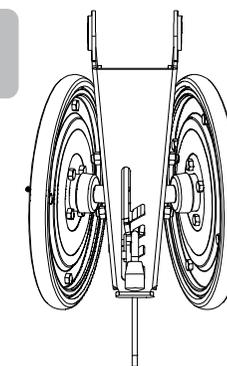

FIGURA 99
- **MAIOR PRESSÃO:** Desloque a alavanca (2) para trás, dando maior pressão na roda (1).
- **MENOR PRESSÃO:** Desloque a alavanca (2) para frente, dando menor pressão na roda (1).
- O modelo de roda compactadora em "V" mostrado na página anterior, pode também ser regulado a sua inclinação através da alavanca (3). Para essa regulagem proceda da seguinte forma:
2 - Solte a porca (4) e movimente a alavanca (3) observando a melhor posição de acordo com a sua necessidade, **conforme mostra a figura 99.**